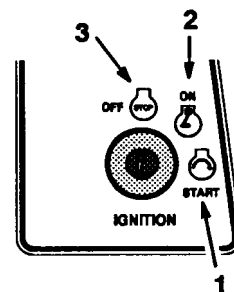

Fig 8
5. Girate la chiave di accensione in senso orario e tenetela in posizione "START" (Fig. 8). Quando il motore si avvia, rilasciatela.
2. Girate la chiave di accensione in posizione "OFF" (Fig. 8).